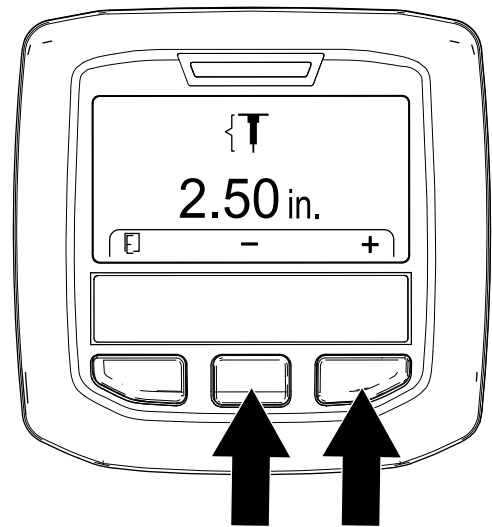

Bild 53
5. Stellen Sie die Tines-Tiefe (Bild 53) wie folgt ein: